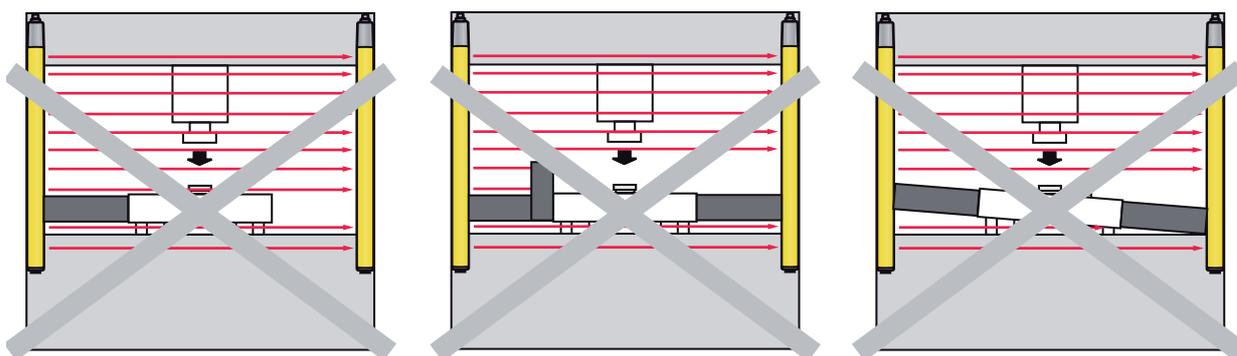

Figura 4.2: Blanking fijo: prevención de «formación de sombras»
- No debe presentarse «formación de sombras» en el campo de protección (ver figura 4.2).